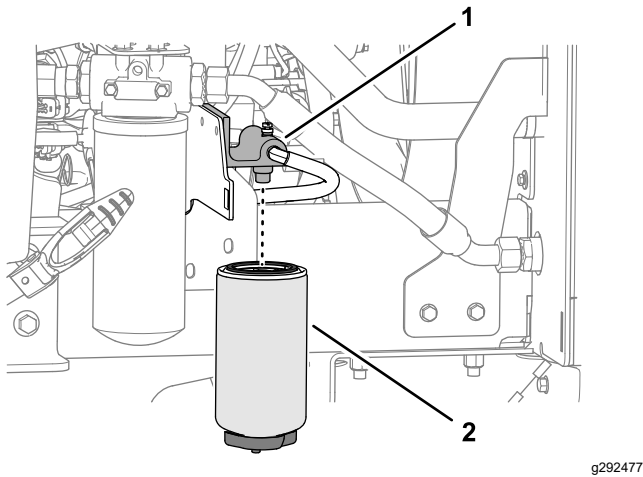

Bild 58
1. Stellen Sie einen sauberen Behälter unter die Kraftstofffilterglocke (Bild 58).
3. Reinigen Sie den Bereich um den Kraftstofffilter und den Kraftstofffilterkopf (Bild 58).
4. Entfernen Sie die Filterglocke und reinigen Sie den Filterkopf (Bild 58).